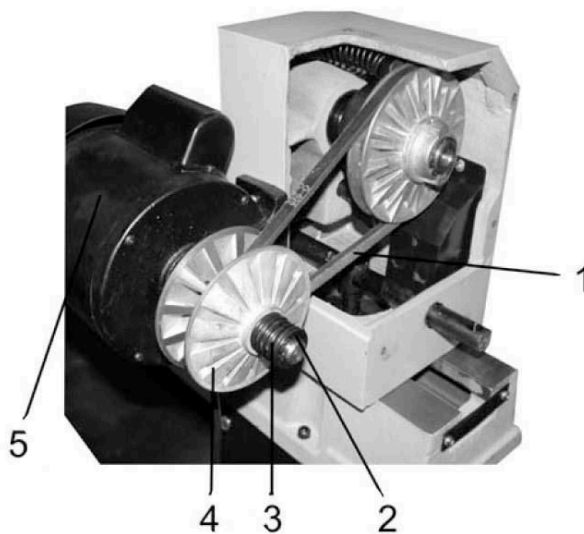

Рис. 18
- Для замены приводного ремня 1 (Рис. 18) снимите кожух передней бабки, стопорное кольцо 2 (Рис. 18) пружину 3 (Рис. 18) и правый шкив двигателя 5 (Рис. 18).